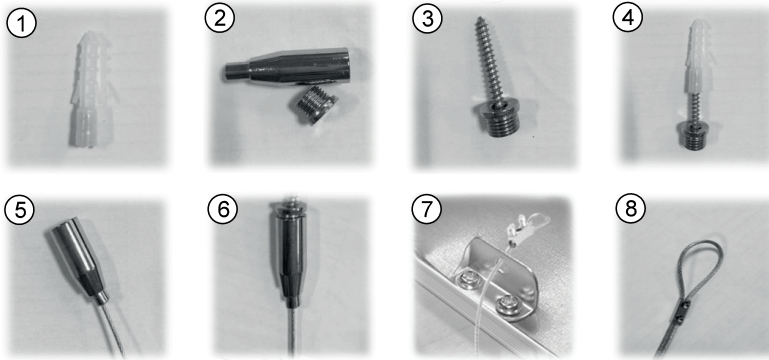

Рис.2. Подвесной монтаж панели с использованием комплекта SPX4.
- Соедините три части металлической рамки между собой при помощи винтов, как показано на рисунке 1 (1) и (2).
- Вставьте светильник в рамку, как показано на рисунке 1 (3). Установите четвертую часть рамки и зафиксируйте при помощи винтов.
- Просверлите 4 отверстия в месте подвеса панели и вставьте в отверстия пластиковые дюбели Рисунок 2 (1);
- Выкрутите втулку из держателя (2);
- Наденьте втулку на шуруп (3), затем вкрутите шуруп в пластиковый дюбель (4), установленный в отверстие;
- Вставьте тросик в держатель (5), зафиксируйте, затем накрутите держатель на втулку (6);
- Зафиксируйте требуемую длину тросика фиксатором (8). Для этого сверните конец тросика в петлю, провед через фиксатор и затяните винты на фиксаторе;